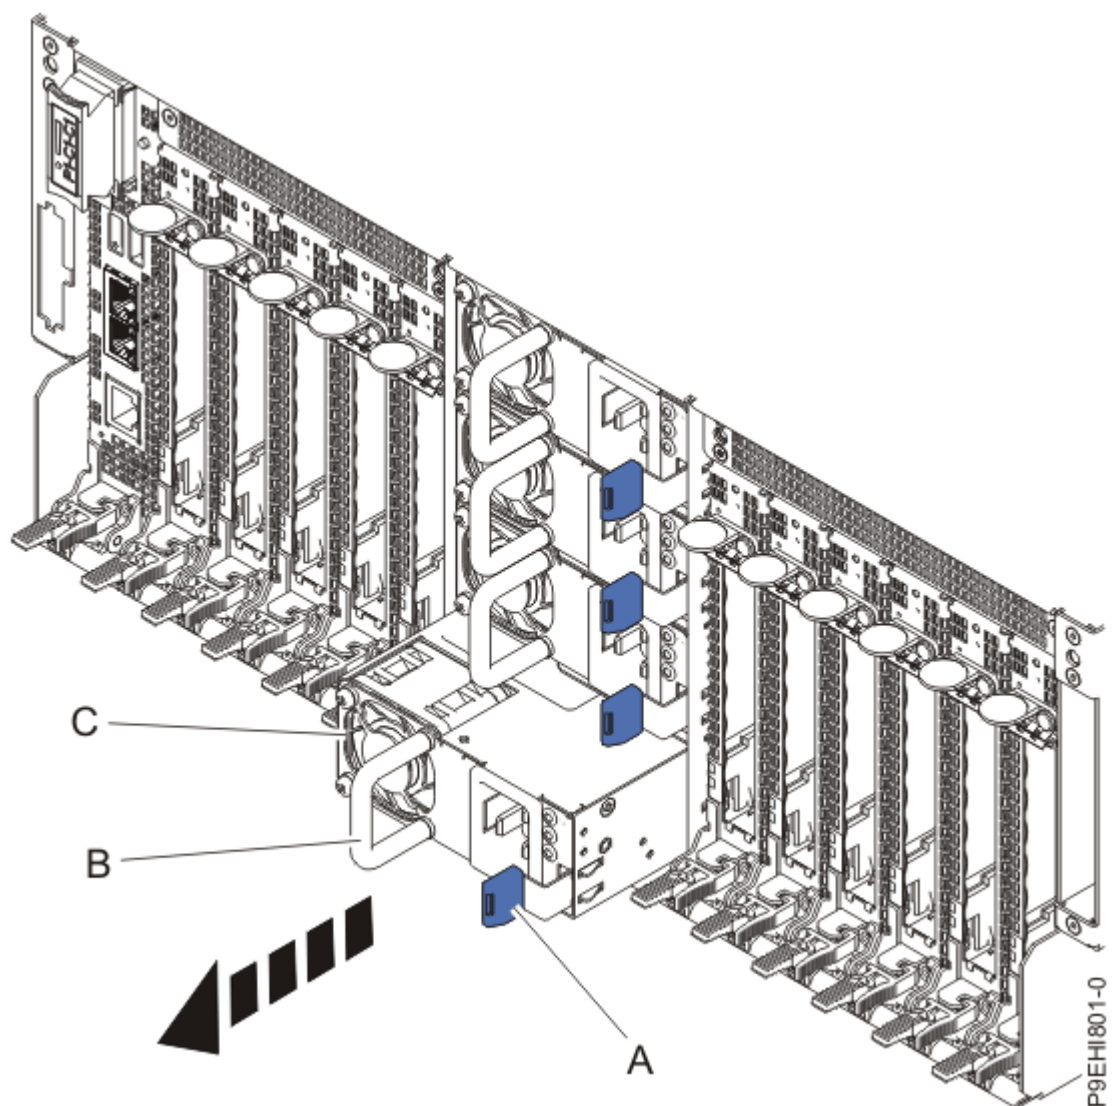

Figura 6. Înlăturarea unei surse de alimentare din spatele șasiului de sistem
3. Împingeți urechea de blocare **(A)** spre stânga, așa cum se arată în Figura 6 la pagina 8.
4. Folosind mânerul **(B)**, trageți sursa de alimentare afară din sistem, așa cum se arată în Figura 6 la pagina 8.